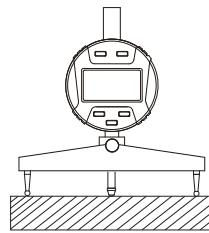

fig.4
(2) Null einstellen: Legen Sie das Messgerät auf eine ebene Fläche und stellen Sie den Nullpunkt ein (Abb.4).